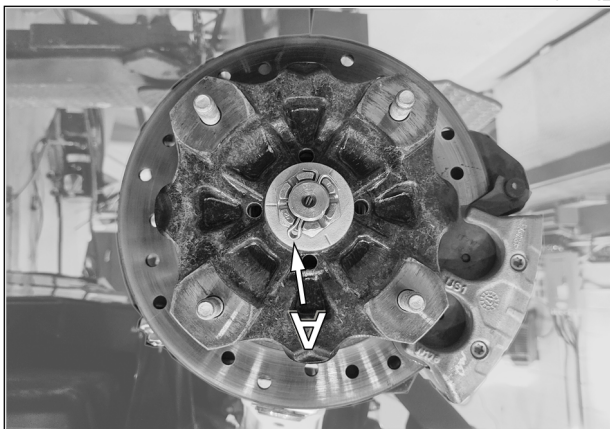

Fig. 17
7. S'assurer que la goupille fendue (A) ne produise aucune interférence lors de l'assemblage du moyen du système. Le moyen du système de traction doit se positionner sans résistance au moyen du véhicule. Voir la Fig. 17